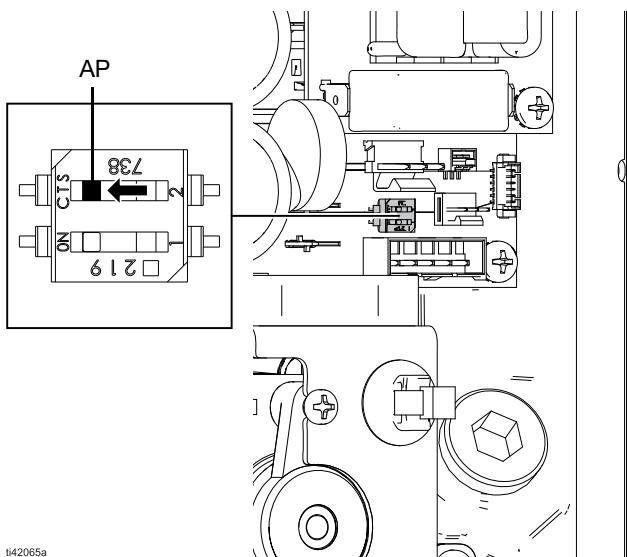

图 15：禁用自动填料
2. 找到自动填料开关 (AP)。请参见图 15 或马达手册中的电气原理图。
3. 将自动启动开关 (AP) 推到左侧（关闭）位置。